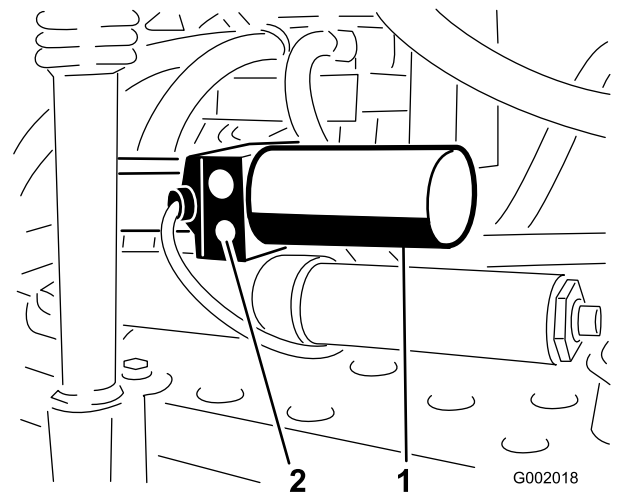

図 61
1. 各アクチュエータについている手動リリーフ・バルブを探し出す。アクチュエータのボディの片側だけについている小さいほうのバルブが手動リリーフ・バルブである(図 61)。